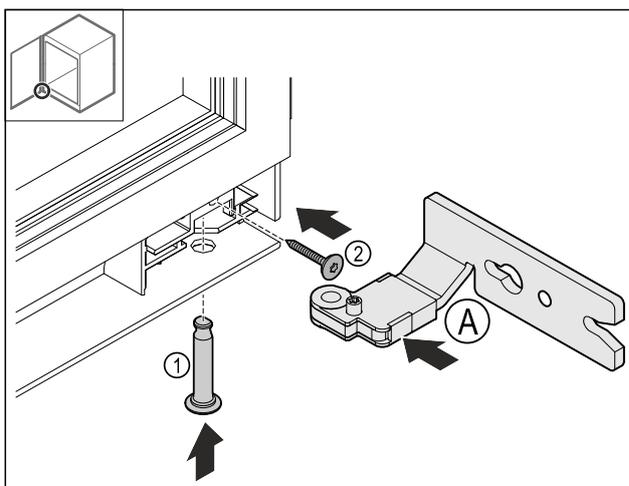

Fig. 23
- ▶ Inserte la bisagra Fig. 23 (A) inferior.
- ▶ Inserte y sujete el perno Fig. 23 (1).
- ▶ Apriete el tornillo Fig. 23 (2).